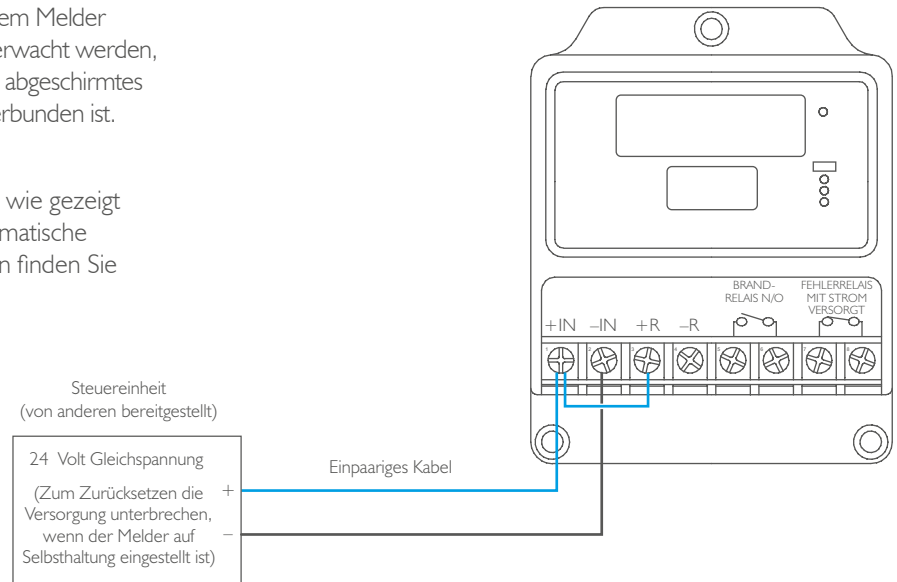

Abbildung 15. Grundlegendes Zweileiter-Anschlussdiagramm
- 1) Stromsignalisierung. Der Melder kann als schleifengespeistes Zweidrahtgerät angeschlossen werden, das seinen Versorgungsstrom erhöht, um zu signalisieren, dass eine Flamme erkannt wurde – siehe Abbildung 15.